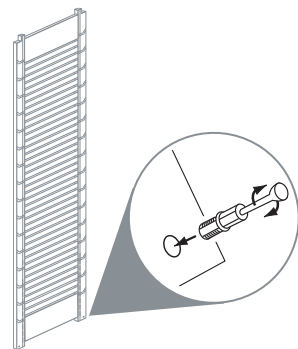

FIG. 3.1
2. Instale el perno de leva en los lugares de la parte inferior de los lados de la torre hasta que se ajusten. (Fig 3.1)